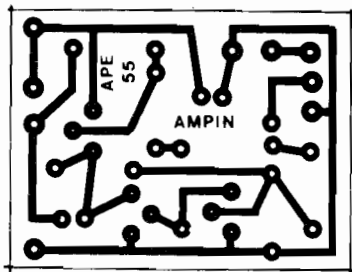

Fig.2
- **FIG. 2 - LAY OUT DO CIRCUITO IMPRESSO ESPECÍFICO** - A plaquinha, além de pequena, é simples em seu arranjo de ilhas e pistas, de modo que mesmo os principiantes não terão grandes dificuldades em realizá-la, bastando um pouco de atenção e "capricho"... O **lay out**, em tamanho natural (escala 1:1) permite a cópia direta, por carbono, sobre a superfície co-